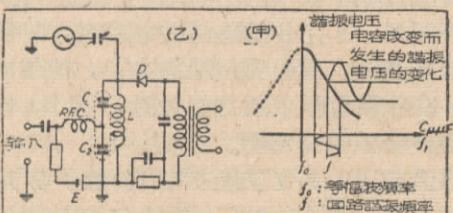

图7
| 1957年3 | 27、28 | 图5、图7、图8、图9中的L ₅ (⑤⑥)接头应互换 |